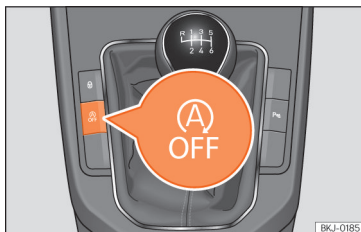

Fig. 83 Consola central: botão do sistema Start-Stop.
- Para desligar/ligar manualmente o sistema Start-Stop, pressione o botão OFF >>> **Fig. 83**